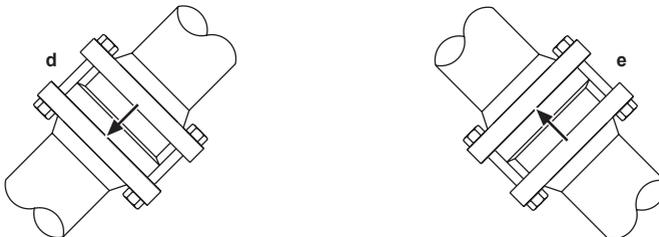

Abb. 2
- 3.5** Platten-Rückschlagventile werden einfach zwischen zwei Rohrleitungsflansche montiert (siehe Abb. 2). Standarddichtungen werden auf beiden Seiten des Ventils zusammen mit längeren Schrauben oder Bolzen verwendet. Hinweis: Flansche, Schrauben (oder Bolzen), Muttern und Dichtungen müssen bauseits bereitgestellt werden. Bei der Verschraubung von Flanschen sollte die übliche Praxis beachtet werden, z. B. das Anziehen der Schrauben in umgekehrter Reihenfolge.